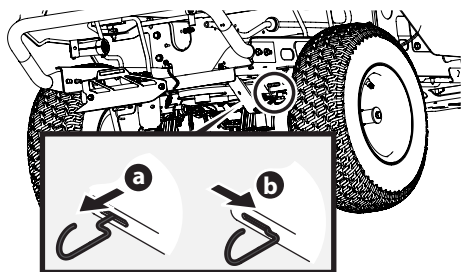
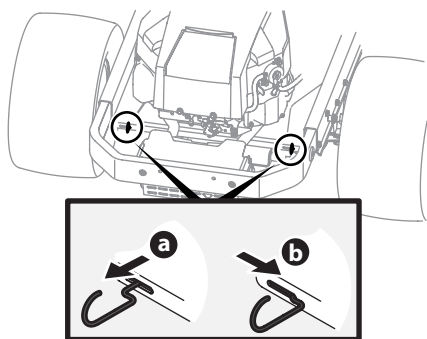

Figura 2-1
Figura 2-2
- Enganche las varillas de derivación de la transmisión, una a cada lado del tractor, para mover el tractor manualmente sin ponerlo en marcha. Las varillas de derivación de la transmisión están ubicadas en la parte trasera del tractor, justo en el interior de las ruedas traseras. Enganche las varillas de derivación tirando de cada una hacia afuera (a) y hacia la derecha (b) para trabarlas en su lugar. Consulte la Figura 2-1 para obtener información sobre los tractores con plataforma de 34 in; consulte la Figura 2-2 para obtener información sobre los demás tractores.
Consulte la Figura 2-1 para obtener información sobre los tractores con plataforma de 34 in; consulte la Figura 2-2 para obtener información sobre todos los demás tractores.